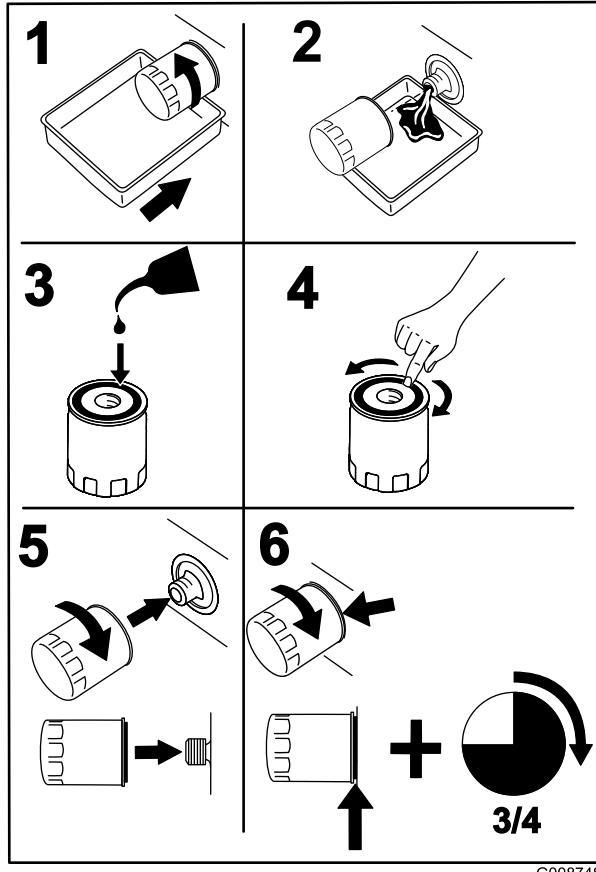

Figura 47
2. Substitua o filtro do óleo do motor (Figura 47).